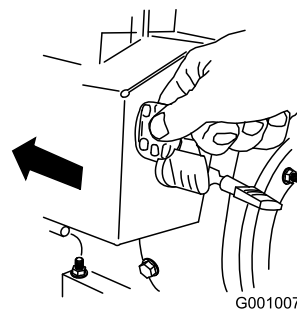

Bild 23
5. Stecken Sie den Zündschlüssel ein (Bild 23).